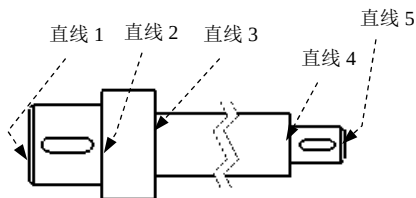

图 6.4.8 选取标注对象
Step3. 依次选取图 6.4.8 所示的直线 1、直线 2、直线 3、直线 4 和直线 5 为标注对象。
Step3. 选择尺寸放置位置。在系统 **选择一个边线/顶点后再选择尺寸文字标注的位置。** 的提示下，选取图 6.4.8 所示的直线 1，选择合适的位置单击以放置第一个尺寸。
Step4. 依次选取图 6.4.8 所示的直线 2、直线 3、直线 4 和直线 5。